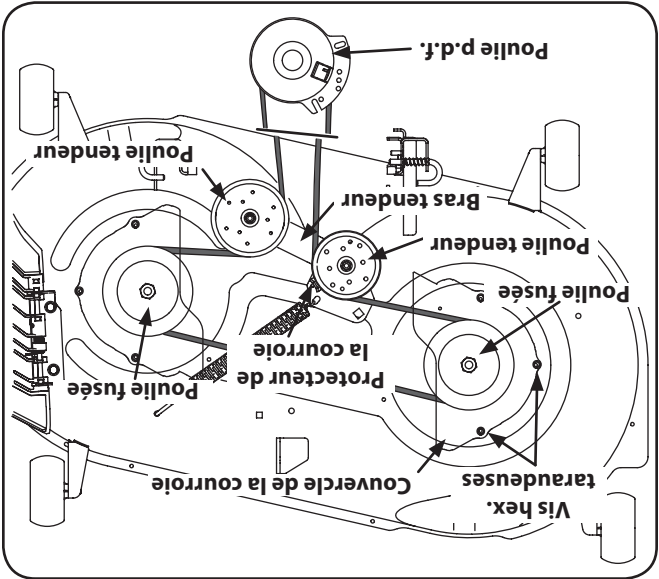
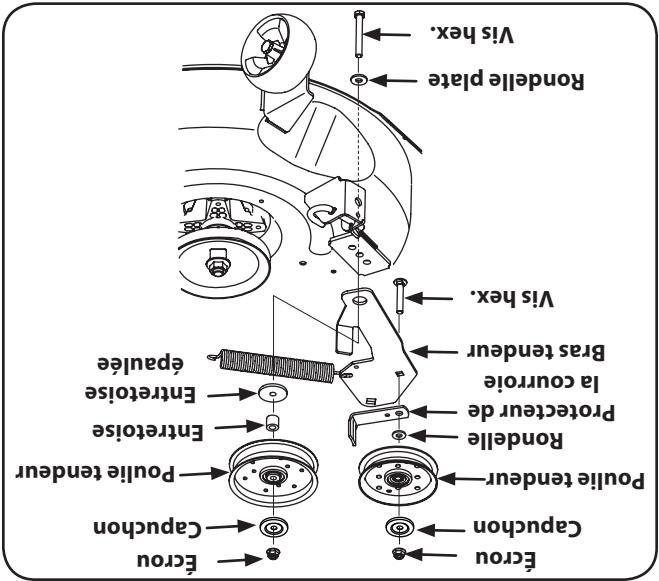

Figure 7-9
Figure 7-10
- Installez la courroie neuve sur les poulies à fusée, comme sur les illustrations. Remettez les carters des courroies en place. Voir la Figure 7-9.
- Faites passer la courroie comme la Figure 7-9 le montre, bride pour bien maintenir l'ensemble. Voir la Figure 7-10.
2. Enlevez les vis hex. taraudées qui maintiennent les carters des courroies en place. Voir la Figure 7-9.
3. Démontez les deux poulies de tension en enlevant les vis hex. et les contre-écrous à bride qui les maintiennent sur le plateau de coupe et le bras de tension. Voir la Figure 7-10. Faites attention de ne pas perdre la boulonnerie en retirant la vis hex. et le contre-écrou à bride.